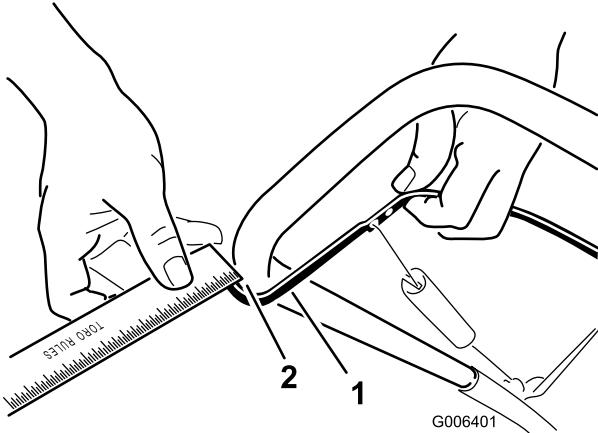

Figure 20
Rapprochez la barre de commande du guidon pour tendre le câble de commande (Figure 20).
Remarque: Vérifiez que la barre de commande et le guidon sont espacés de 2 à 3 mm (1/16 à 1/8") (Figure 20).
2. Accrochez le raccord en Z à un trou plus haut ou plus bas sur la biellette de réglage de manière à obtenir un écart de 2 à 3 mm (1/16 à 1/8") entre la barre de commande et le guidon (Figure 20).